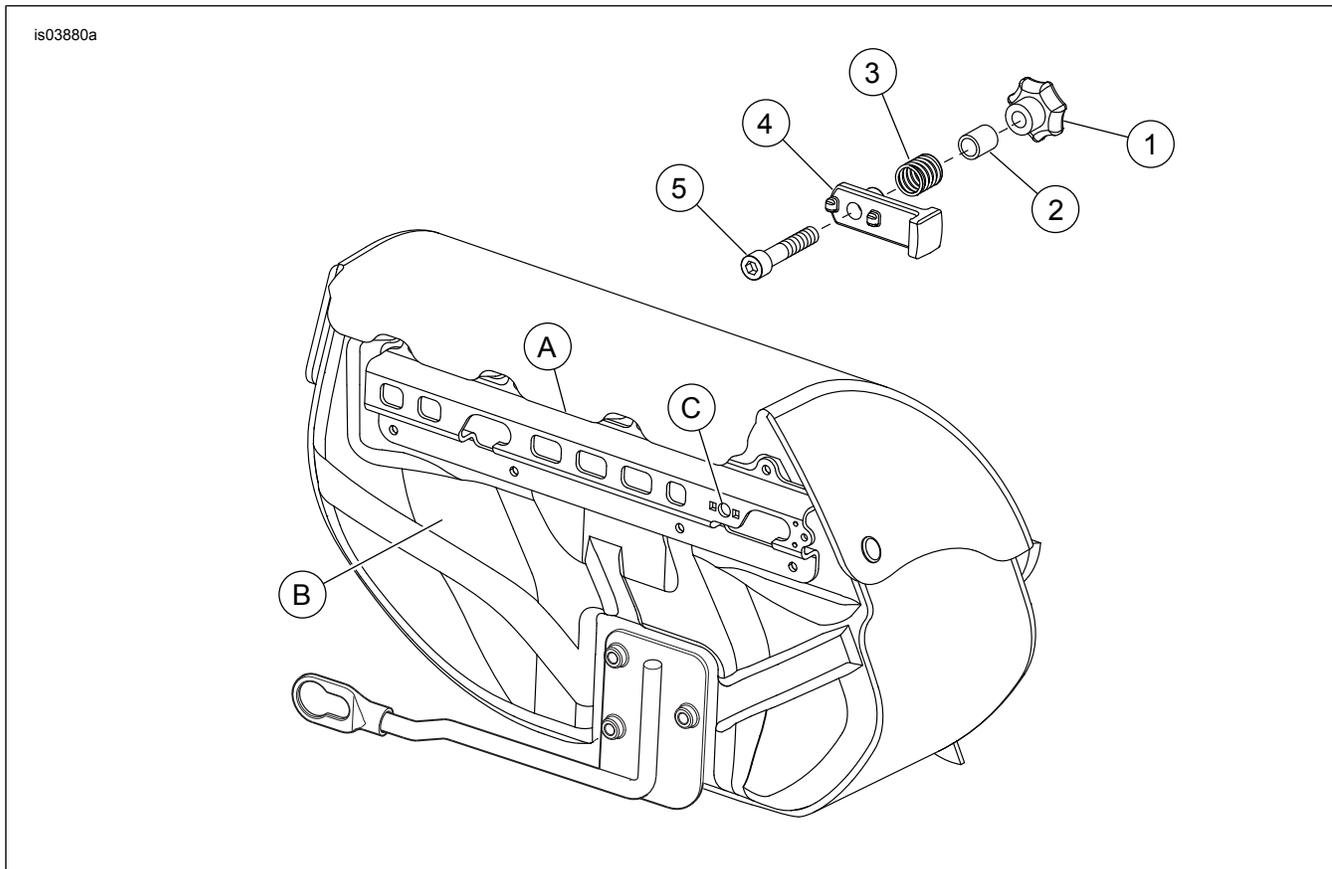

Figura 1. Parti di ricambio: Kit chiusura a molla della borsa portapacchi rimovibile
Vedere Figura 1 e Tabella 1.
2. Vedere Figura 1. Tirare e girare il pomello (1) (all'interno della borsa portapacchi) verso la parte anteriore (in senso orario per borse installate sul lato destro, in senso antiorario per borse installate sul lato sinistro), bloccando e chiudendo la chiusura (4).
3. Tenendo la vite (5) della chiusura con una chiave a brugola da 3/16 di pollice, girare/svitare il pomello (all'interno della borsa portapacchi) in senso antiorario.
1. Vedere Figura 1. Installare la molla (3) sopra il diametro esterno della borchia filettata della chiusura (4).
2. Inserire la chiusura con la molla nell'apertura della chiusura nella staffa posteriore (A) della borsa portapacchi, in modo che venga catturata tra la staffa e la parte posteriore in plastica (B) della borsa portapacchi.